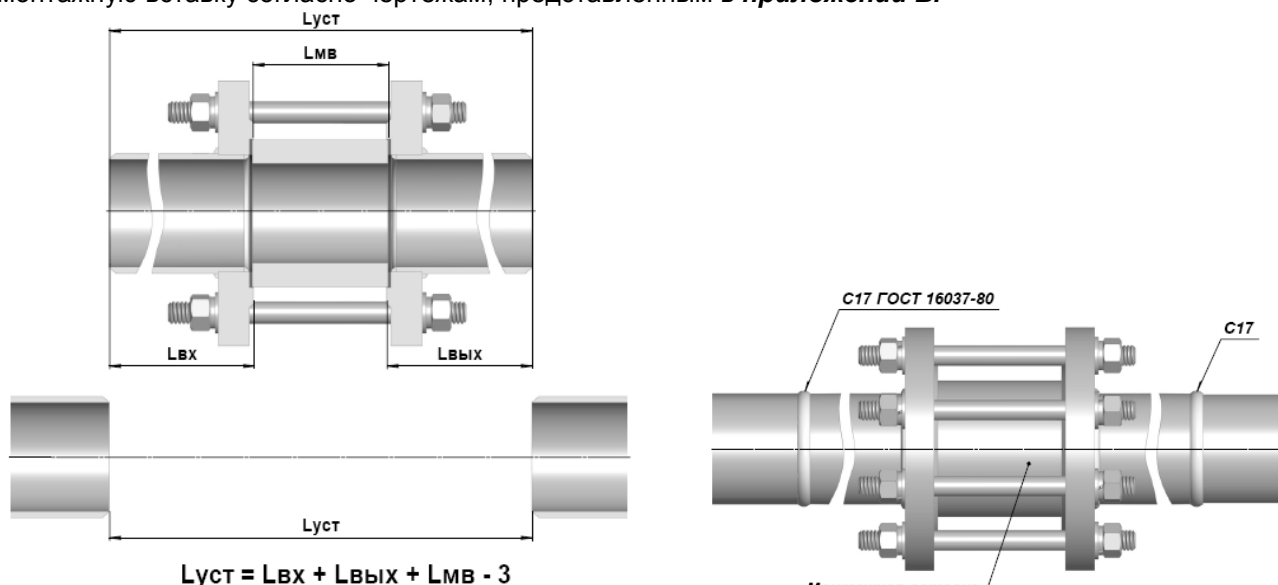

Рисунок 2.11 - Установка вставки с прямыми участками
2) Вырезать участок трубопровода длиной **Луст**. (**рисунок 2.11**)
3) С помощью шпилек и гаек собрать узел, состоящий из прямых участков и монтажной вставки и приварить его к трубопроводу, как показано на **рисунок 2.11**.